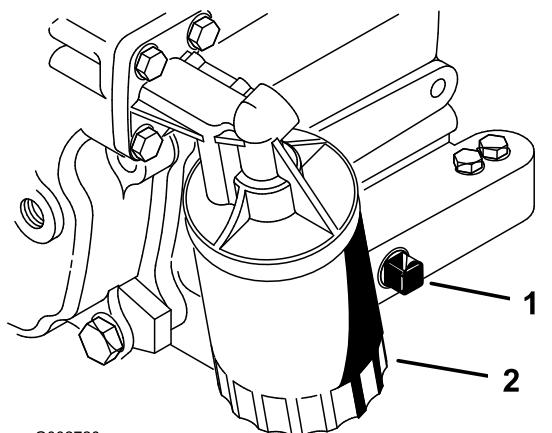

Bild 28
2. Entfernen Sie die Ablassschraube (Bild 28) und lassen Sie das Öl in die Auffangwanne ab. Schrauben Sie die Ablassschraube wieder ein, nachdem das Öl abgelaufen ist.
3. Entfernen Sie den Ölfilter (Bild 28).